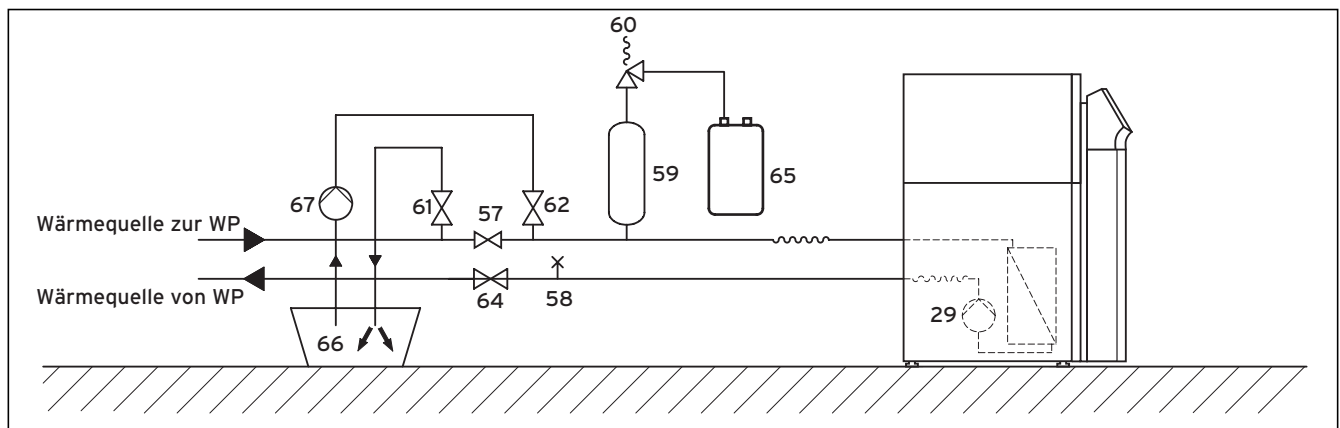

Abb. 6.1 Solekreislauf
Legende zu Abb. 6.1
- Mischen Sie in einem externen Behälter (z. B. Plastikkanister, siehe Abb. 6.1, Pos. **66**) Wasser und Frostschutzmittel in der vorgeschriebenen Konzentration. Jeder Mischungssatz muss sorgfältig vermengt werden.